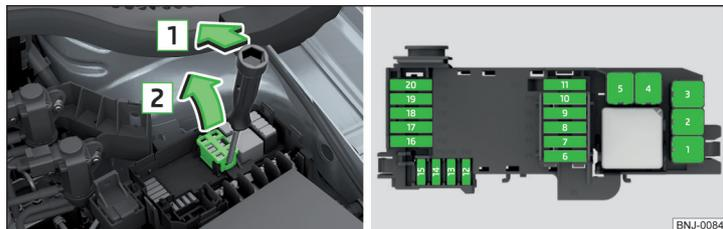

Fig. 181 Démontez et montez le cache des fusibles / fusibles
- Déverrouiller le cache des fusibles dans le sens de la flèche **1** » fig. 181 avec le tournevis de l'outillage de bord » page 176.